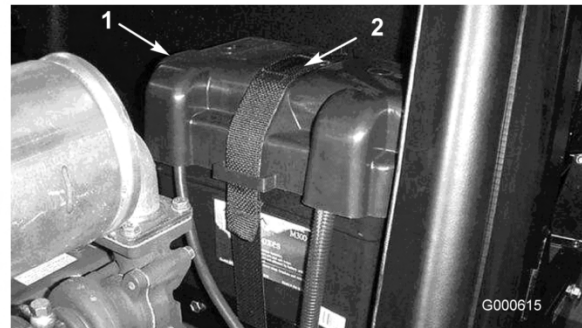

Figura 39
2. Retire a faixa da bateria e a tampa (Figura 39).